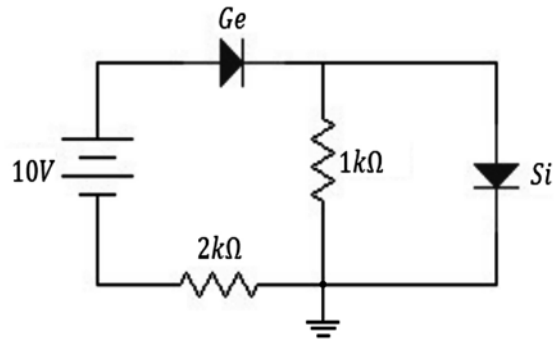

Figura 2.48 Circuito DC con diodos. Fuente: Elaboración propia
- l) En el circuito de la figura 2.48, se pide hallar la corriente que circula por el diodo de Si.